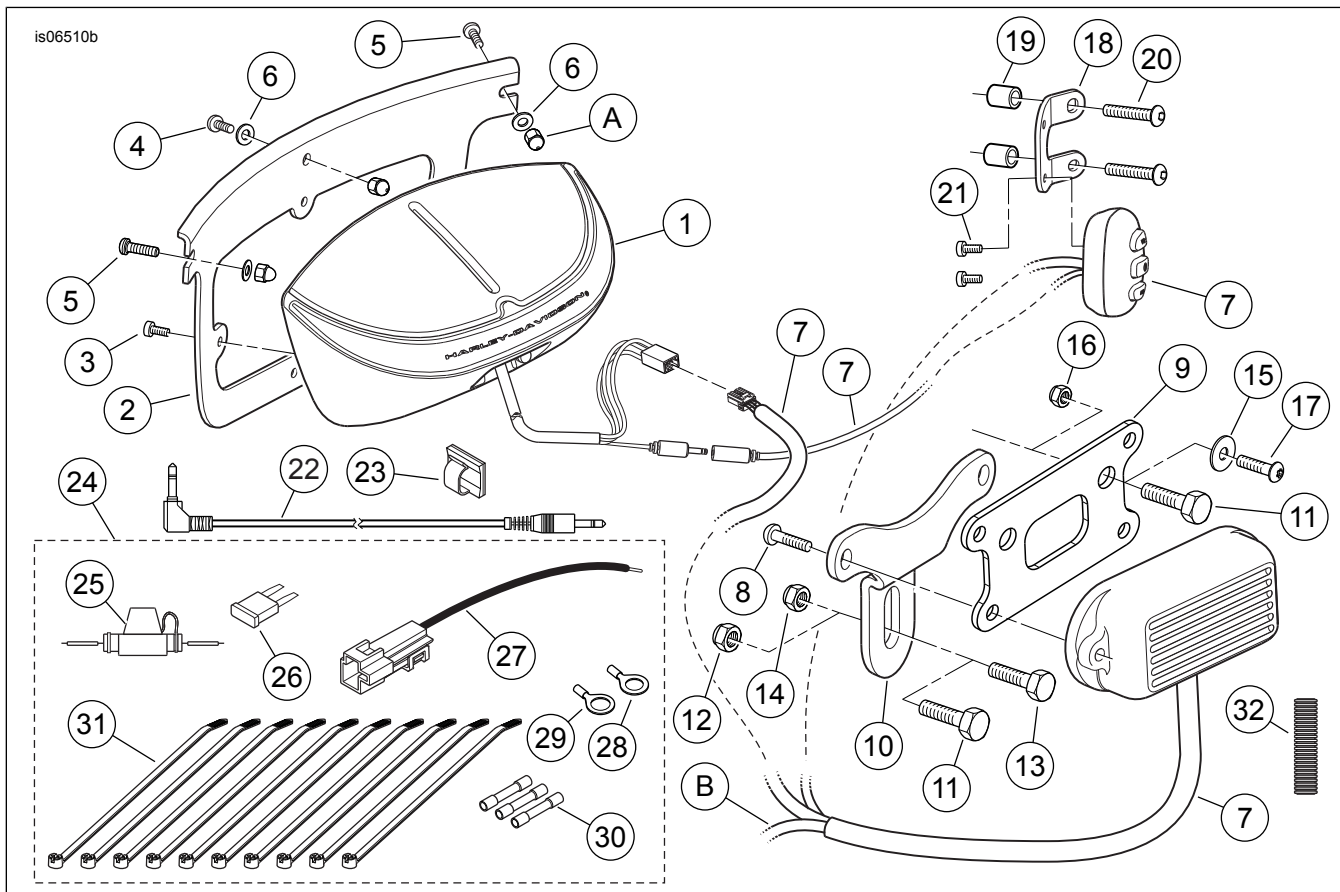

Abbildung 7. Ersatzteile, Windschutzscheibenmontierter Lautsprecher- und Verstärkersatz
2. Siehe Abbildung 7. Den Elektrik-Befestigungsteilepack (24) aus **DIESEM** Satz bereitlegen.
3. Den Inline-Sicherungshalter (25) und einen blauen versiegelten Stoßverbinder (30) aus dem Befestigungsteilebeutel nehmen.
- Siehe Abbildung 7. Die Kabelöse mit einem Innendurchmesser von 6,4 mm (1/4 in) (28) aus dem Elektrik-Befestigungsteilebeutel nehmen.
- Kabelüberlänge unter dem Kraftstofftank, im Scheinwerfertopf oder unter der Lenkerschelle aufrollen, so dass sie die Lenkerfunktionsweise nicht beeinträchtigt. Die 5-A-Sicherung (26) in den Inline-Sicherungshalter auf dem roten Kabel einsetzen.
4. Siehe Abbildung 7. Der 3,5-mm-Steckverbinder vom Bedienungselement kann mit Kabelbindern am Lenker oder mit dem Clip mit Klebstoffrückseite (23) aus dem Satz an der oberen Gabelbrücke oder am Topf gesichert werden. Bei Verwendung des Clips: